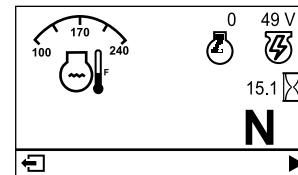

Figura 18
- **Ecrã de informações principal** (Figura 18): mostra a informação atual da máquina enquanto a chave está na posição LIGAR.